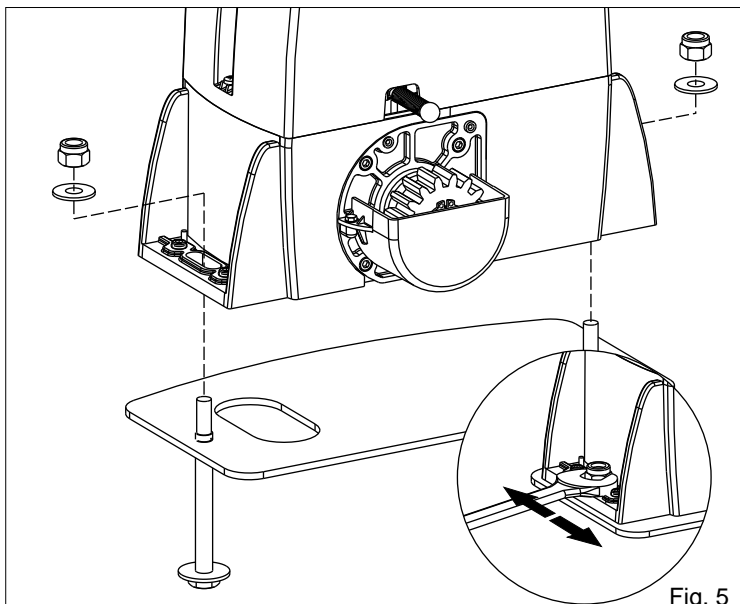

Fig. 5
**4.2.** Fixer le motoréducteur à la plaquer de fondation avec les 2 écrous en réglant la position latérale (Fig.5) pour le respect des cotes cités dans Fig.2.